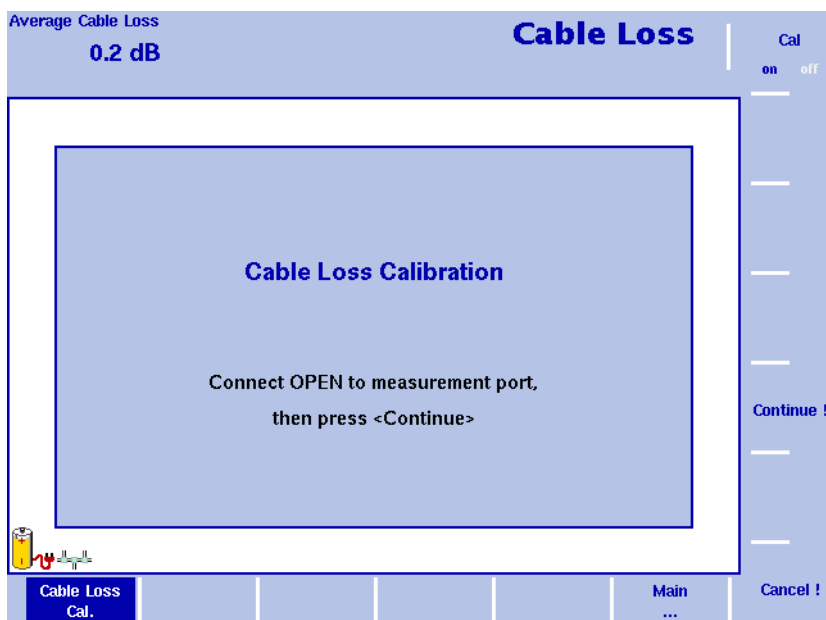

Figura 53 Menu "Cable Loss Calibration"
- 3 Il 9102 utilizza una serie di messaggi mostrati sullo schermo per guidarvi attraverso tutta la procedura di calibrazione, come mostrato in Figura 53. Quando vi viene richiesto, connettere il set di calibrazione al cavo di